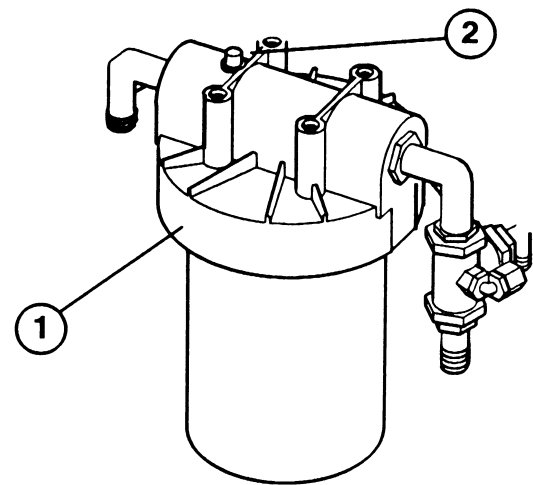

Bild 9
5. Unter den Kraftstofftank greifen und die Entlüftungstaste an der Oberseite des Wasserfilterkopfes (Bild 9) drücken. Die Entlüftungstaste solange nach unten gedrückt halten, bis die Luft vollständig aus dem Filter entfernt ist und Wasser aus der Öffnung strömt.